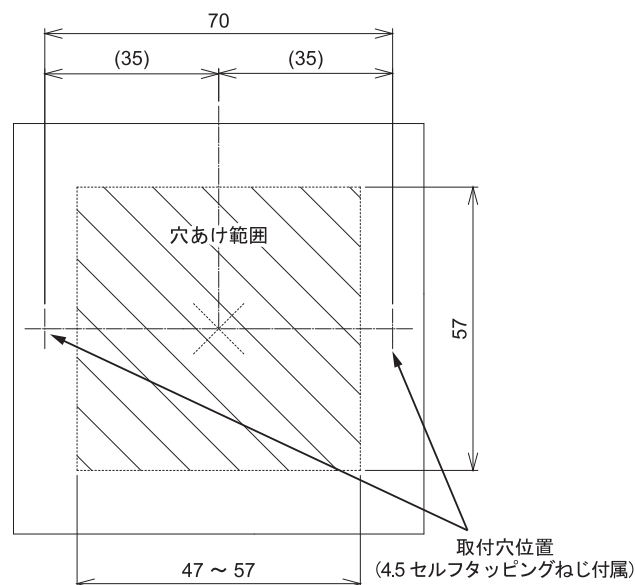

図3 取付案内図
- (1) 『図3 取付案内図』に示す挿入穴をダクトなど、取付面に開けます。
- (2) 調節器の感温部をスプリング・クリップ(2個)に、はめて適切な位置に調節します。
- (3) 付属の「④ ゴム・グロメット」の割り穴に調節器の導管を挟み、「② 取付板」の穴にはめます。
- (4) 「① 板」を閉じ、ゴム・グロメットを固定します。
- (5) 感温部支持具とダクト用・配管用温度調節器の感温部をダクト内部に挿入し、付属の取付ねじ(2本)で、「② 取付板」を取付面に固定します。